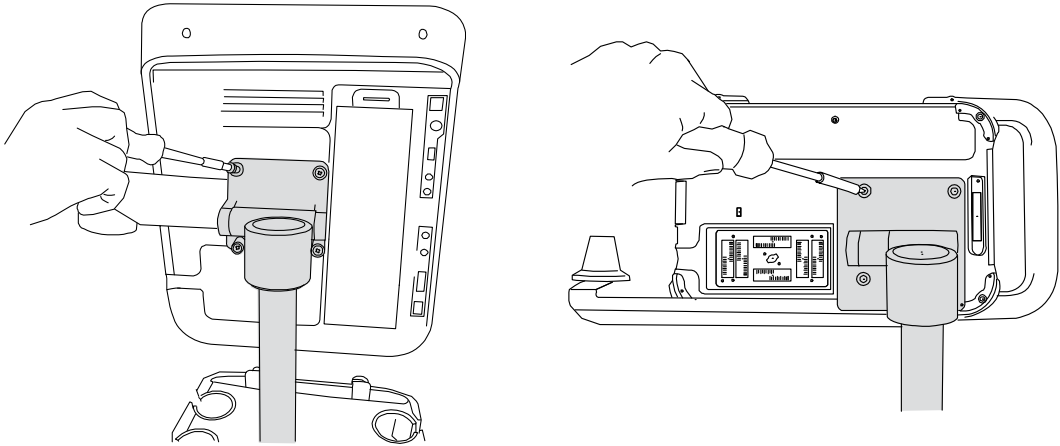

Figura 3 Aperte os parafusos na placa de montagem: S Series (na esquerda) e NanoMaxx (na direita)
- 4 Aperte o parafuso de cada um dos quatro cantos do sistema até ele ficar firme. Aperte com uma chave Phillips. Consulte a Figura 3.
- 1 Apoie o sistema de ultrassom, depois afrouxe o parafuso de cada um dos quatro cantos da placa de montagem. Se necessário, use uma chave Phillips. Consulte a Figura 3.